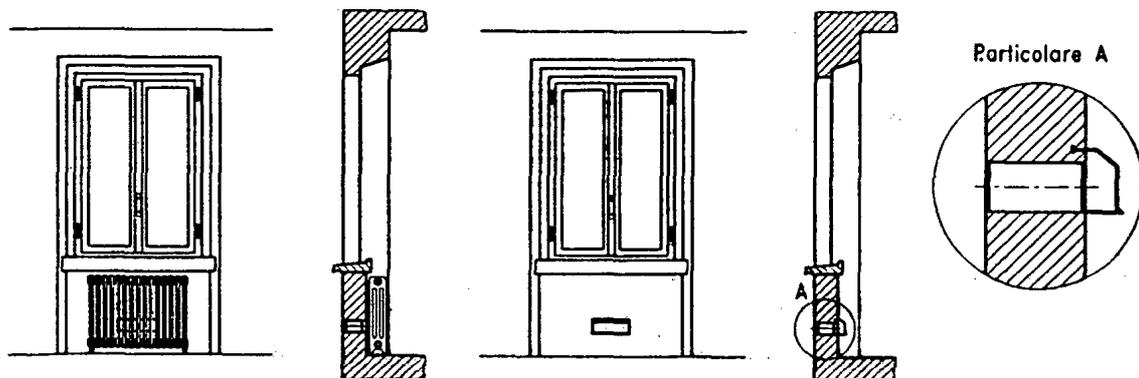

Fig. 5 — Esempi di aperture di ventilazione per l'aria comburente
- essere realizzata in modo che le bocche di apertura, sia all'interno che all'esterno della parete, non possano venire ostruite (vedere fig. 5);